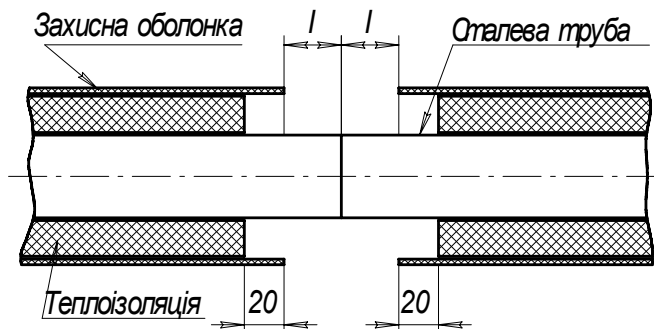

Рис. 2
2.2.2 На торцях теплоізольованих елементів зрізати шар ППУ ізоляції на глибину приблизно 20 мм (рис. 2).